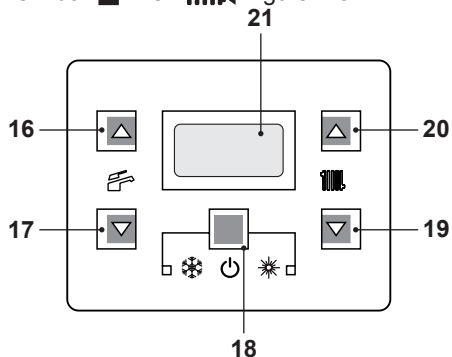

Figura 2.3
- Tenere premuto per 2 secondi il tasto 18 fino a far apparire sul display entrambi i simboli  e  Figura 2.3.